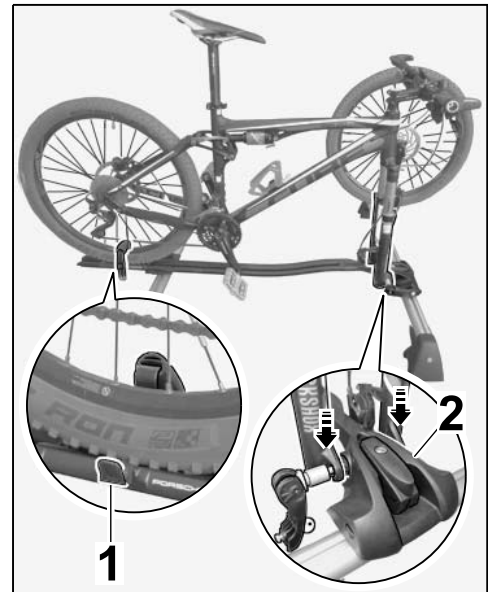

Figura 31
- 7.3.1 Levantar con cuidado la bicicleta o bicicleta de carreras entre dos personas hasta el soporte para bicicletas de carreras. Colocar la rueda trasera sobre el alojamiento de la rueda y guiar la horquilla delantera hasta el alojamiento para la horquilla de la rueda delantera (⇒ *Figura 31*).